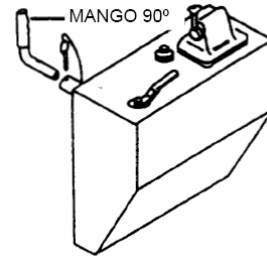

Fig. 9
- 5.) Quitar mangos de elevación traseros del panel de control y substituir por mangos de 90° (Fig. 9)